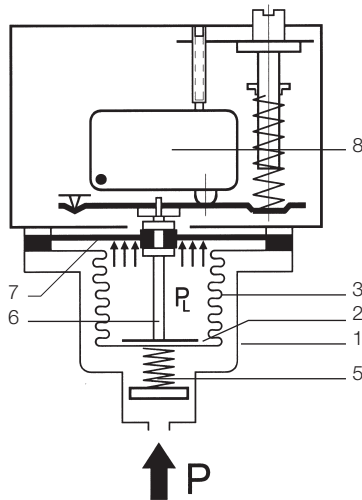

Bild 1
- Durch einen selbstüberwachenden Drucksensor, der so konstruiert ist, dass ein Bruch im mechanischen Teil des Messwerks zu einer Abschaltung nach der sicheren Seite führt (siehe Bild 1).
Bild 1 zeigt das Schnittbild eines Drucksensors, der die Anforderungen an besondere Bauart erfüllt. Die Messkammer ist begrenzt durch Gehäuse (1), Boden (2) und Messbalg (3). Alle Teile bestehen aus Nirostahl und sind miteinander ohne Zusatzwerkstoffe verschweißt. Bei steigendem Druck bewegt sich der Messbalg (3) nach oben, unterstützt durch die Gegendruckfeder (5). Als Gegenkraft wirkt die im Schaltgerät eingebaute Sollwertfeder. Auf der Innenseite des Bodens ist ein Übertragungsbolzen aufgelegt, der die druckabhängigen Bewegungen des Messbalgs (3) auf das darüberliegende Schaltwerk überträgt. Im oberen Teil des Übertragungsbolzens ist eine Kunststoffmembrane (7) eingespannt, die nicht mit dem Medium in Verbindung steht und im Normalbetrieb die Bewegungen des Messbalgs mitmacht, aber selbst keinen Einfluß auf die Stellung des Meßbalgs hat. Bei Bruch des Messbalgs (3) kann das Medium in den Innenraum des Balgs entweichen. Der Mediumsdruck liegt jetzt an der Unterseite der Membrane an (PL). Infolge der deutlich größeren wirksamen Fläche der Membrane gegenüber dem Messbalg wird eine zusätzliche Kraft erzeugt, die den Übertragungsbolzen (6) nach oben drückt. Dies führt zur Abschaltung nach der sicheren Seite. Der damit erreichte Abschaltzustand wird normalerweise elektrisch oder mechanisch verriegelt, sodass auch bei wieder fallendem Druck die Anlage abgeschaltet bleibt. Die Kunststoffmembrane (7) ist kein drucktragendes Teil, sie hat im Normalbetrieb keine Funktion und ist nur wirksam, wenn am Messbalg eine Leckage auftritt. Sicherheitsmembranen der beschriebenen Bauart sind bis 32 bar zulässig, dies dürfte für die meisten Anwendungen ausreichen.